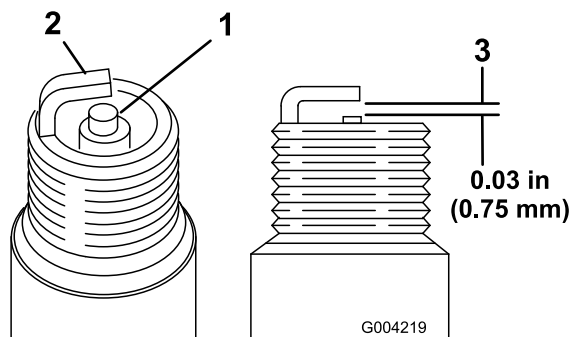

Figura 51
- Veja a parte central de ambas as velas de ignição (Figura 51). Se verificar uma cobertura castanha ou cinzenta no isolante, o motor está a funcionar correctamente. Uma cobertura preta no isolante indica que o filtro de ar está sujo.
2. Verifique a folga entre os eléctrodos central e lateral (Figura 51).
3. Dobre o eléctrodo lateral (Figura 51) se a folga não for a correcta.